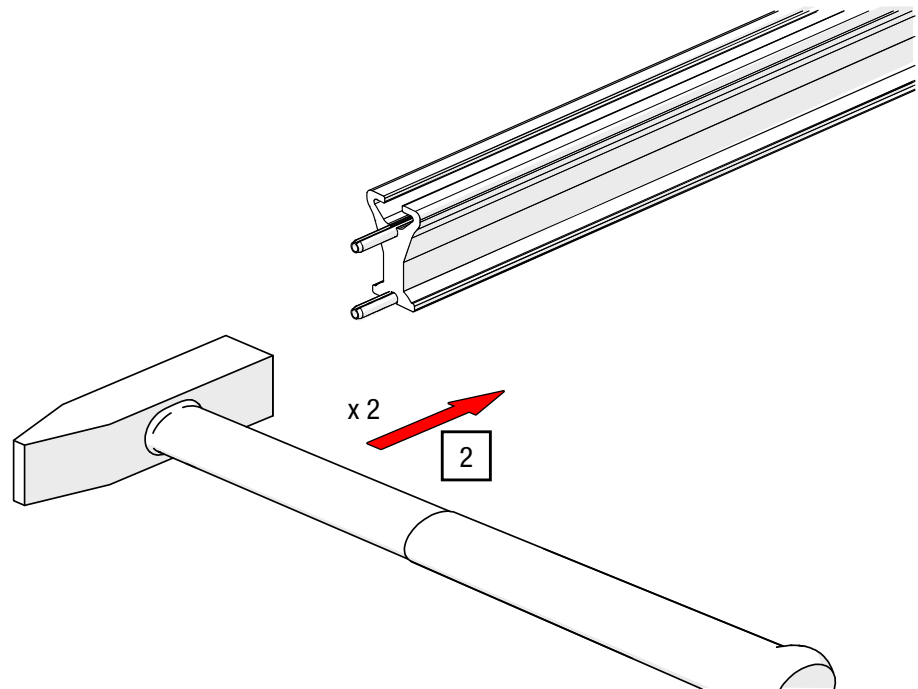

Abb. 17: Schienenverbinder – Verbindungsstift einhämmern
2. Hämmern Sie die Verbindungsstifte bis zur Hälfte in die Schiene (siehe Abb. 17).